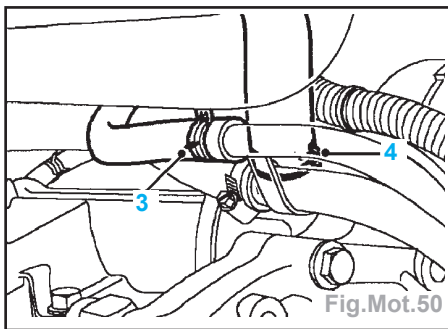

Fig.Mot.50
- Desserrer le collier (3) et débrancher la durit supérieur (4) du refroidisseur d'huile et du collecteur de liquide de refroidissement (Fig.Mot.50).